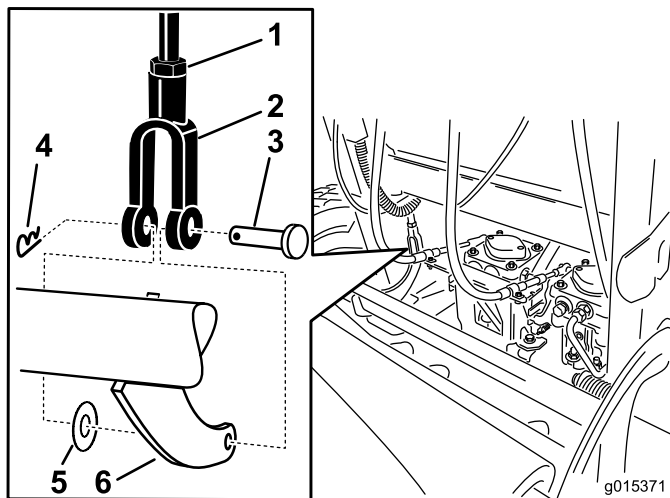

Figura 66
5. Para ajustar el freno, retire la chaveta y el pasador de la palanca de freno inferior y la horquilla (Figura 66).
6. Afloje la contratuerca (Figura 66).
7. Gire la horquilla (Figura 66).
8. Sujete la horquilla a la palanca de freno inferior con el pasador y la chaveta (Figura 66).
9. Apriete la contratuerca (Figura 66).